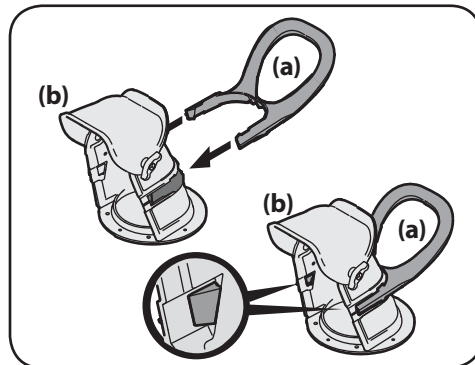

Figure 2-6
1. Placez la poignée de la goulotte (a) sur la goulotte (b). Voir Figure 2-6. Assurez-vous que la poignée est placée dans la rainure sur la goulotte et que les pattes sont bien enclenchées.